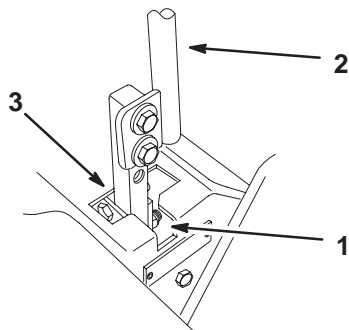

Bild 54
5. Schieben Sie den Hebel in die neutrale, jedoch **nicht gesperrte** Stellung (Bild 54).
7. Prüfen Sie, dass der Fahrtriebshebel relativ zur Kerbe im Armaturenbrett ist (Bild 54). Er sollte zentriert sein, so dass der Hebel nach außen in die gesperrte Neutralstellung gedreht werden kann.
9. Drücken Sie den Fahrtriebshebel leicht nach hinten, drehen Sie den Kopf der Einstellschraube in die entsprechende Richtung, bis der Schalthebel in der gesperrten Neutralstellung zentriert ist (Bild 54).